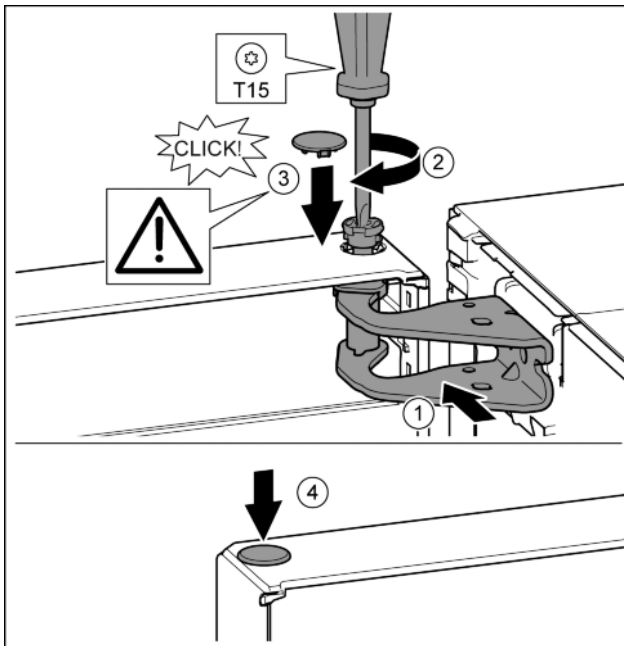

Fig. 24
- ▶ Tür oben zur Öffnung im Lagerbock ausrichten. Fig. 24 (1)
- ▶ Bolzen einsetzen und mit Schraubendreher T15 festschrauben. Fig. 24 (2)
- ▶ Sicherungsabdeckung zur Sicherung der Tür montieren: Sicherungsabdeckung einsetzen und Kontrollieren ob sie auf der Tür aufliegt. Ansonsten Bolzen vollständig einsetzen. Fig. 24 (3)
- ▶ Stopfen einsetzen. Fig. 24 (4)